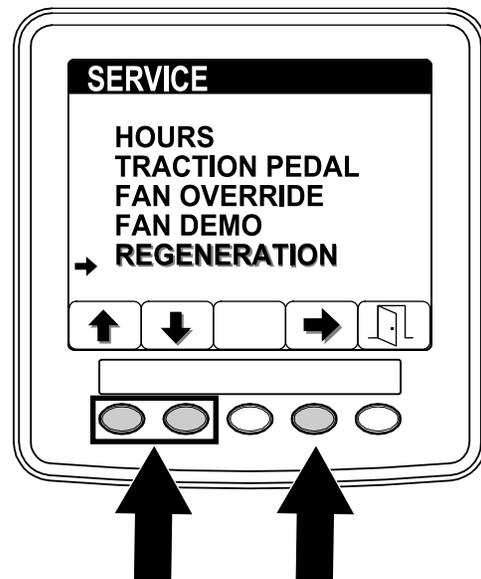

Figura 67
2. Nel menu SERVICE (Manutenzione), premete il pulsante 1 o 2 sino all'opzione REGENERATION (Rigenerazione) e premete il pulsante 4 per selezionare la voce REGENERATION (Rigenerazione) (Figura 67).